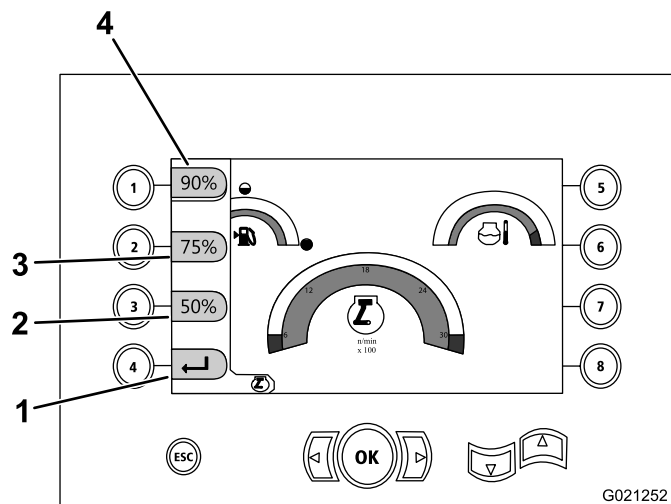

Bild 19
- Taste 1 drücken, um die Motordrehzahl (rpm) auf 90 % zu setzen, siehe Bild 19.
- Taste 2 drücken, um die Motordrehzahl (rpm) auf 75% zu setzen, siehe Bild 19.
- Taste 3 drücken, um die Motordrehzahl (rpm) auf 50% zu setzen, siehe Bild 19.
- Taste 4 drücken, um zum Hauptbetriebsbildschirm zurückzukehren (Bild 19).